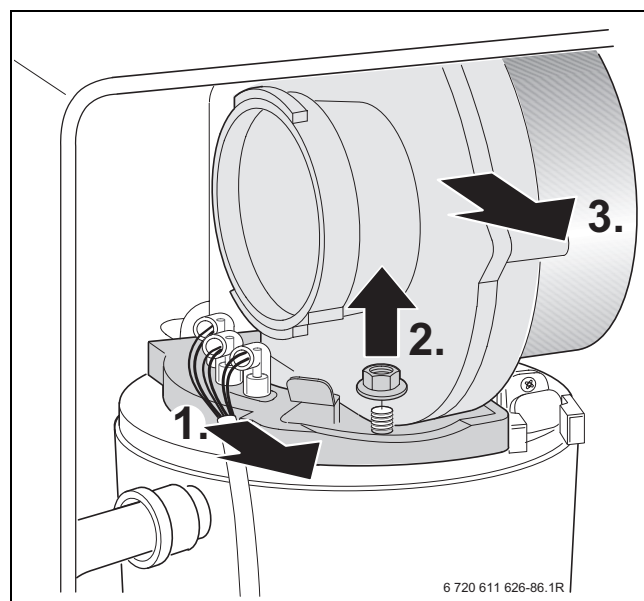

Fig. 52
- Retirar o cabo dos eléctrodos de ignição e monitorização, → fig. 52.